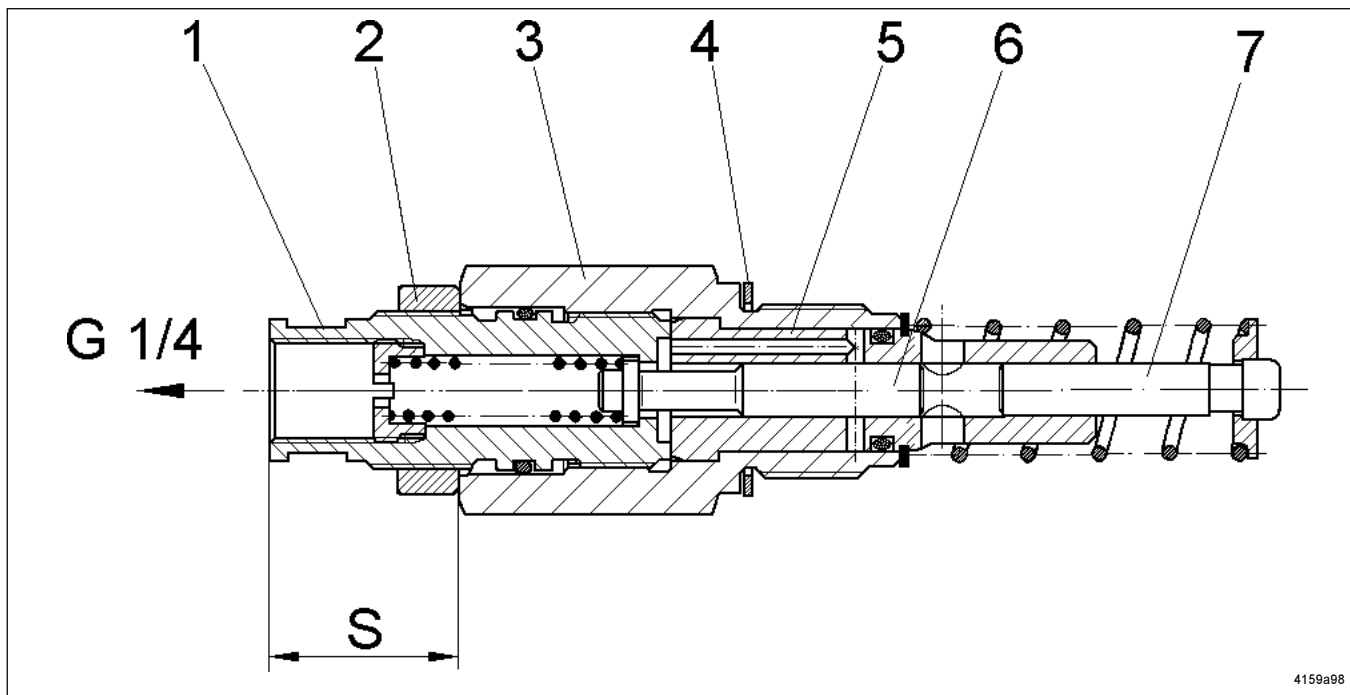
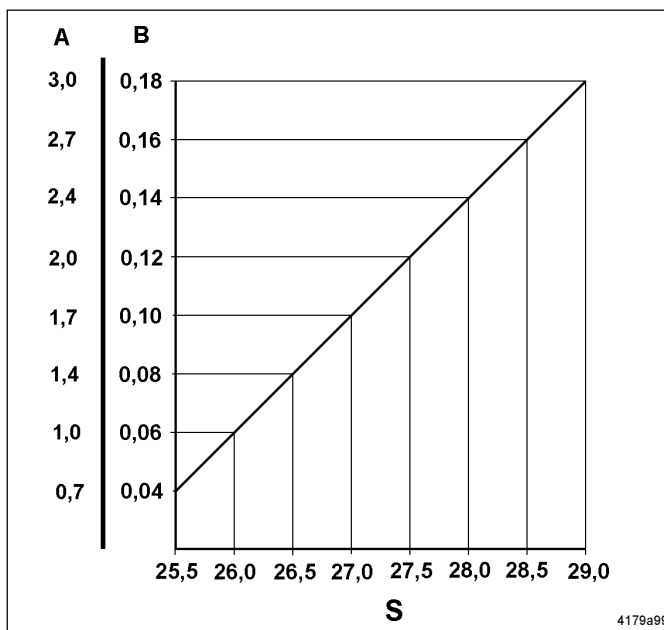

Abb. 10 - Schnittbild regulierbares Pumpenelement
Abb. 11- Förderdiagramm
- \* Kontermutter (2, Abb. 10) lockern, dabei den Pumpenelementkörper (3) mit einem Schraubenschlüssel festhalten.
- \* Regulierspindel (1) mit einem Schraubenschlüssel verstellen,
siehe Förderdiagramm (Abb. 11)
- \* Das Maß „S“ in Abb. 10 kann in Abhängigkeit von der gewünschten Fördermenge in Abb. 11 ermittelt werden.
- \* Regulierspindel (1, Abb. 10) aus Pumpenelementkörper (3) herausdrehen bis „S“ ca. 30 mm.
- \* Kontermutter (2) auf den Anschlag an der Regulierspindel (1) einschrauben.
- \* Regulierspindel (1) mit Kontermutter (2) bis auf Anschlag in den Pumpenelementkörper (3) schrauben.
- \* Maß „S“ auf gewünschten Wert entsprechend dem Förderdiagramm (Abb. 11) einstellen.